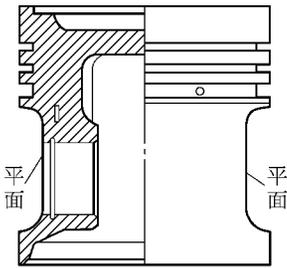
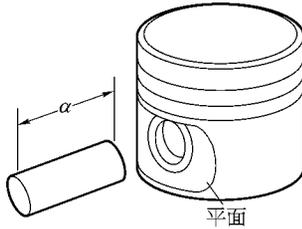

图3-1 桑塔纳轿车发动机的活塞
图3-2 用短活塞销的活塞
(1) 活塞的作用 主要是承受燃烧气体的作用力,将这个力通过活塞销传递给连杆以推动曲轴旋转,同时活塞顶与气缸盖、气缸垫共同构成燃烧室。因此要求活塞不仅具有足够的强度,而且要求重量轻、导热性好和耐磨。
(2) 活塞各部位特点 桑塔纳轿车发动机的活塞用铝硅合金铸造而成,其形状如图3-1、图3-2所示。